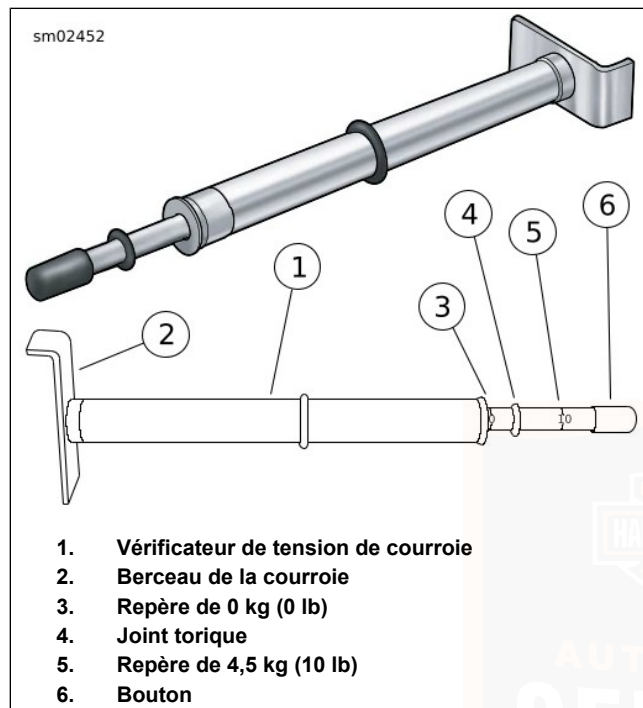
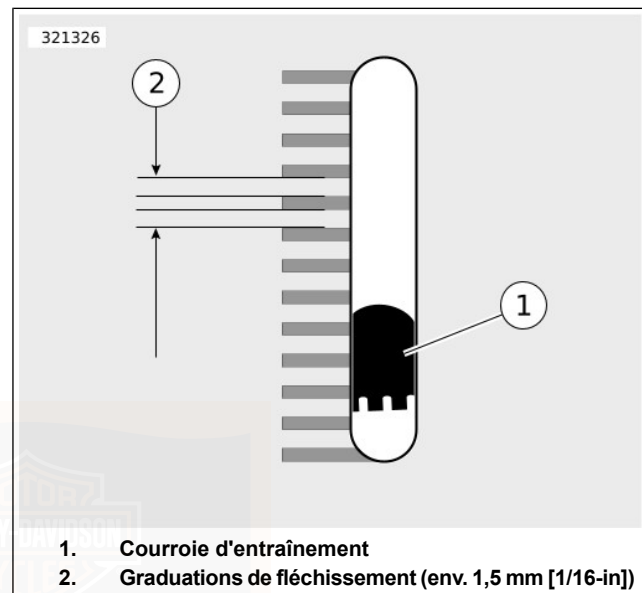

Figure 58. Vérificateur de tension de courroie
Figure 59. Fenêtre de fléchissement de la courroie
3. Voir Figure 58. Mesurer le fléchissement de la courroie à l'aide de BELT TENSION GAUGE (VÉRIFICATEUR DE TENSION DE COURROIE) (N° DE PIÈCE : HD-35381-A) :
- a. Faire glisser le joint torique (4) vers le repère de 0 (3).
- b. **Modèles équipés d'une fenêtre de fléchissement de courroie** : ajuster le berceau de la courroie (2) contre le bas de la courroie d'entraînement en alignement avec la fenêtre de fléchissement de courroie.
- c. **Tous les autres modèles** : ajuster le berceau de courroie (2) contre le bas de la courroie d'entraînement à mi-chemin entre les poulies d'entraînement.
- d. Pousser le bouton (6) vers le haut jusqu'à ce que le joint torique s'abaisse vers le repère de 4,54 kg (10 lb) (5) et s'immobilise.
- a. **Modèles équipés d'une fenêtre de fléchissement de courroie** : voir Figure 59. Mesurer le fléchissement de la courroie tel qu'il apparaît dans la fenêtre de fléchissement de la courroie tout en maintenant fixe le vérificateur. Chaque graduation de fléchissement est environ 1,6 mm (1/16 in).